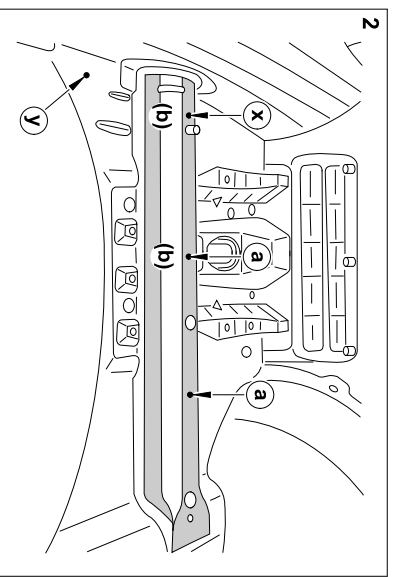

Bild 2: Borra hål i bagaget vänster
- 5.) Borra ett hål \varnothing till kabelgenomföringen genom bagagegolvet vid körmarke position "y", se bild 2.